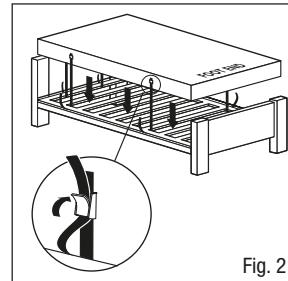

Fig. 2
3. Fije el colchón a la estructura de la cama usando correas ajustables. Pase las correas alrededor de la plataforma de apoyo del colchón del somier y apríételas con hebillas (Fig. 2) dejando espacio para los componentes móviles en somieres eléctricos. Esto es importante ya que impide que el colchón se desprenda de la estructura de la cama.